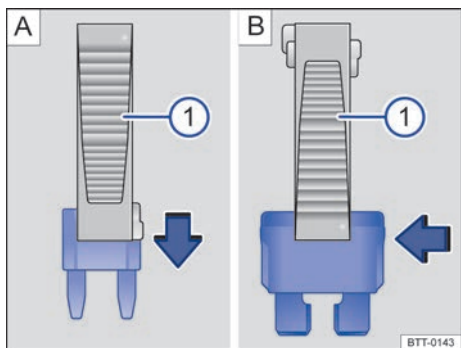

Fig. 166 Remover ou instalar um fusível com a garra da pinça de plástico ❶.
- Se necessário, retirar a pinça de plástico → Fig. 166 ❶ do suporte. O suporte se encontra na parte traseira da caixa de fusíveis perto da tomada de conexão para diagnóstico.
- Em caso de *fusíveis pequenos*, encaixar a garra ❶ por cima → Fig. 166 A.
- Em caso de *fusíveis maiores*, empurrar a garra ❶ lateralmente sobre o fusível → Fig. 166 B.
- Caso o fusível esteja queimado, substituir o fusível por um novo da *mesma* intensidade de corrente (mesma cor e inscrição) e do *mesmo* tamanho → ❶.